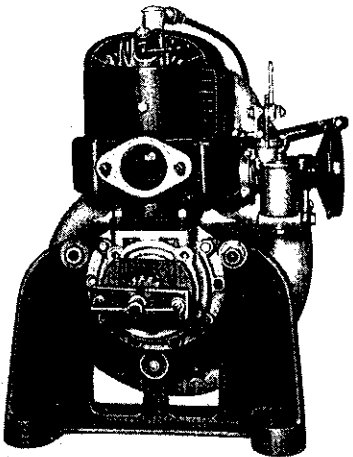

Bild 30. Abtriebsrad abziehen
12. Abtriebsrad abziehen (Bild 30). Ringschlüssel SW 27, Abziehvorrichtung 308-00.02-21.3 W 21